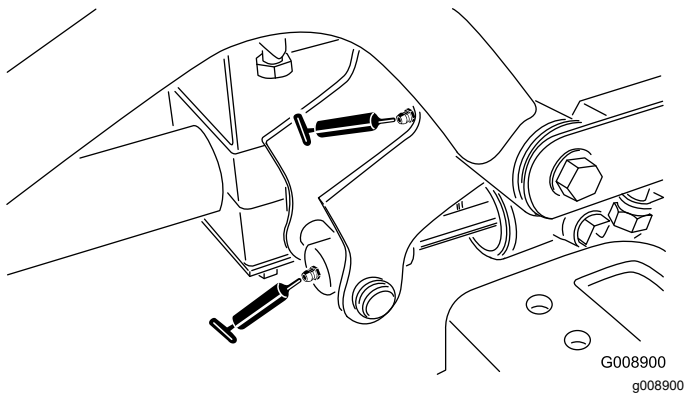

Bild 62
- Rechte vordere Hubarm-Drehbüchsen und Hubzylinder (zwei Schmiernippel - Bild 62)